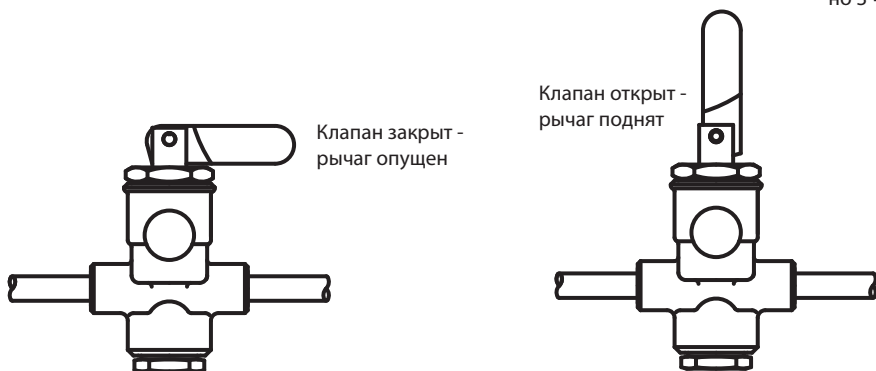

Рис. 5. Положение рычага
4. Убедитесь, что рычаг на рабочем клапане в трубопроводе между выходным трубопроводом насоса и клапаном Flomatic® находится в правильном положении (Рис. 5). Если нет, то клапан Flomatic® останется закрытым.